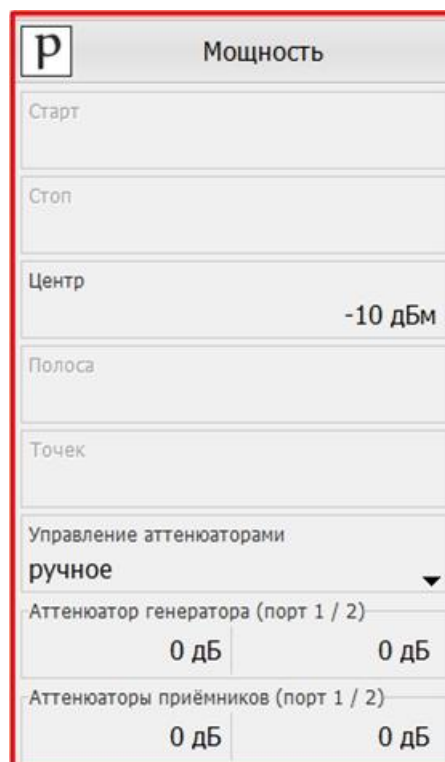

Рис. 4. Установка мощности зондирования
5. В панели управления «Мощность» установить параметры мощности зондирования – 10 дБм, т.к. используется усилитель с КУ = 25 дБ (рис. 4).